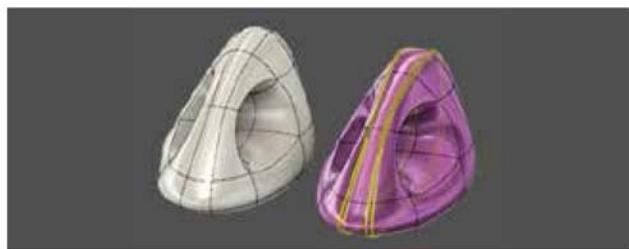

图 2-114
(13) **滑动边**: 沿控制多边形移动选定的边。选择边，然后指定新位置，如图 2-114 所示。